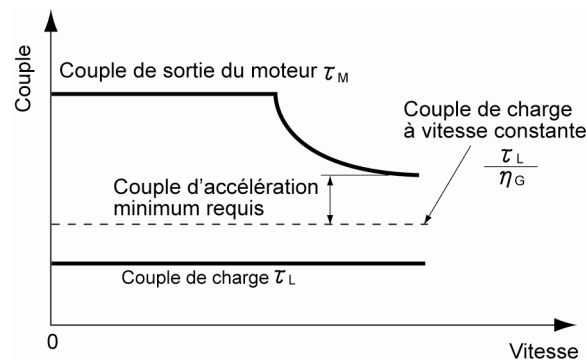

Figure 7.4 Étude de l'exemple du couple d'accélération minimum requis
- 2) Calculez le couple d'accélération minimum requis (voir figure 7.4)